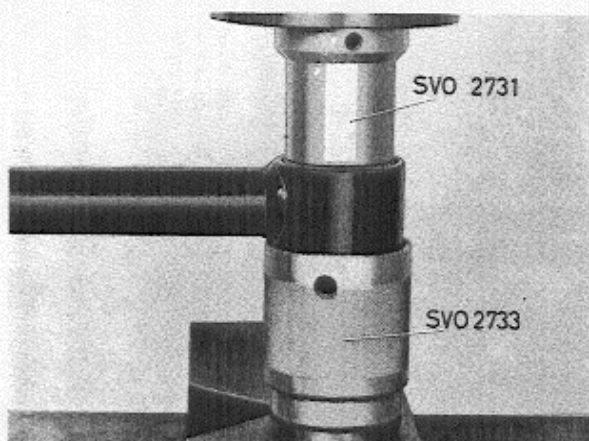
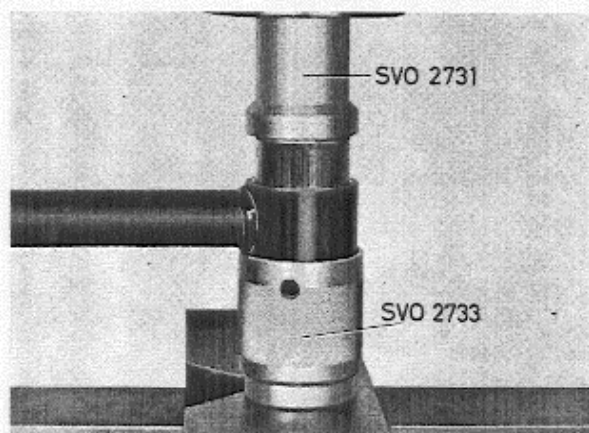

Abb. 13 Ausbau der größeren Buchse, Panhardstange
Abb. 14 Einbau der größeren Buchse, Panhardstange
5. Die größere Buchse wird mit SVO 2731 und SVO 2733 als Gegenhalter herausgepreßt (Abb. 13). Beim Einpressen der neuen Buchse wird SVO 2731 umgedreht (Abb. 14).
6. Panhardstange mit der Schraube im Karosserieträger (12) anbringen.
7. Das andere Ende am Hinterachsträger (6) anbringen, Scheibe und Mutter einbauen. Mutter am Karosserieträger einbauen.